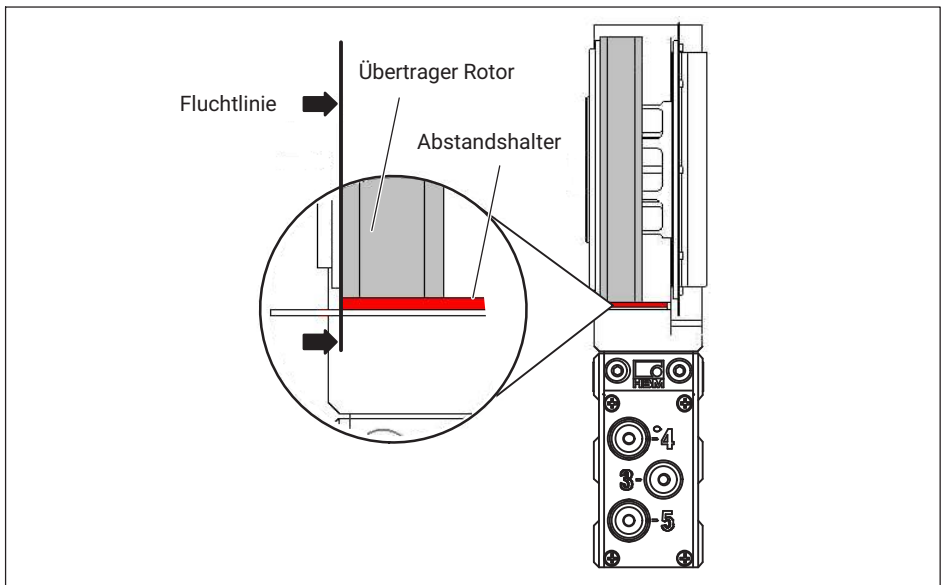

Abb. 8.18 Axiale Ausrichtung zum Rotor
5. Richten Sie den Stator zum Rotor mit Hilfe der Abstandshalter axial aus. Der Rotor soll mit der Kante des roten Abstandshalters fluchten, siehe Abb. 8.18.